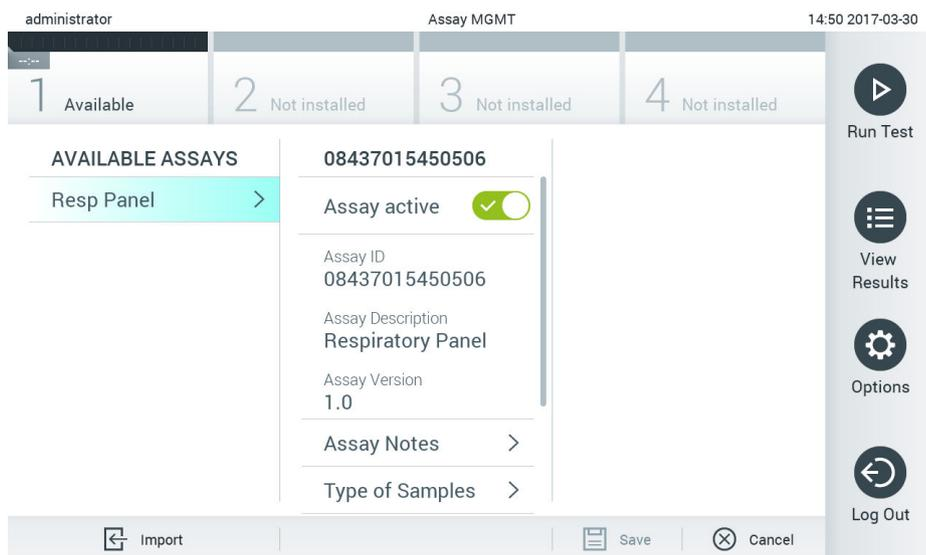

Figura 66. Gerenciando ensaios disponíveis.
1. Pressione o botão Options (Opções) e o botão Assay Management (Gerenciamento de ensaios) para acessar a tela Assay Management (Gerenciamento de ensaios). Os ensaios disponíveis são listados na primeira coluna da área de conteúdo (Figura 66).